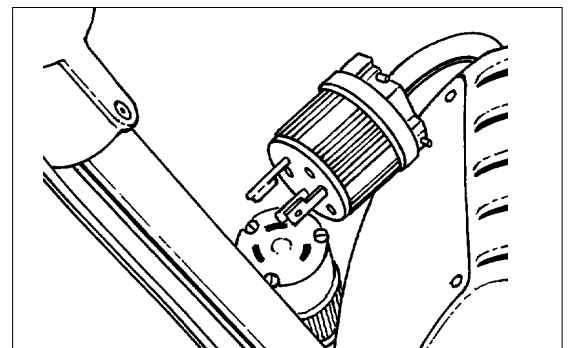

Figure 7
5. Débranchez la spirale de raccord du moteur du raccord de la poignée si l'appareil en est doté (voir figure 7).